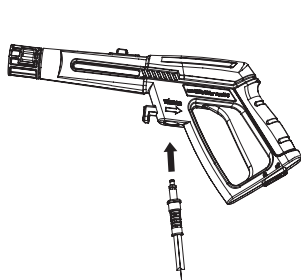
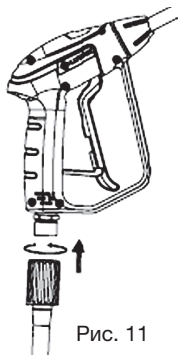

Рис. 10
Рис. 11
1. Для моделей **DAW 400 / 450 / 500 / 550 / 625 / 650 / 675 / 700** вставьте шланг в пистолет до появления характерного щелчка (Рис. 10). Для моделей **DAW 725 / 750 / 775** заверните по резьбовому соединению до упора (Рис. 11).